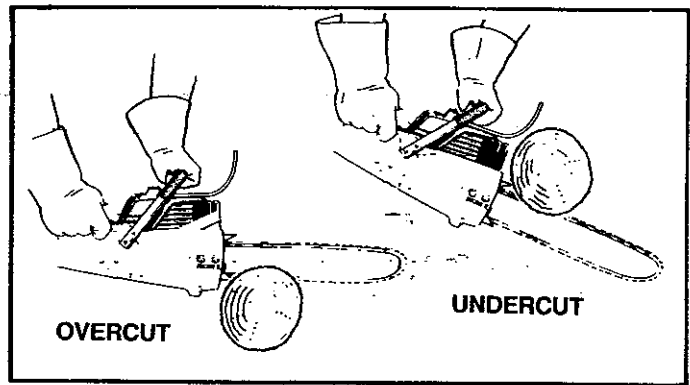

Figure 24
**2. TYPES OF CUTTING USED** Figure 24.